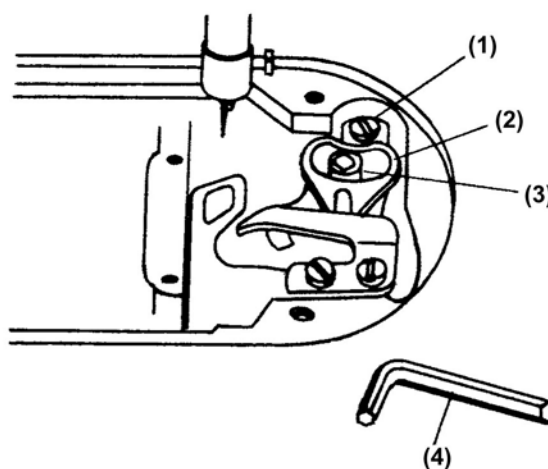

Рис. 25
- 3) Ослабьте и вытащите шарнирный винт подвижного ножа (Рис. 25 (3)) с помощью 3 мм – шестигранного гаечного ключа (Рис. 25 (4)).
- 4) Ослабьте и снимите шарнирный винт раздвоенного основания ножа (Рис. 25 (1)). Поднимите раздвоенное основание ножа (Рис. 25 (2)) и снимите штырь подвижного ножа из вильчатого желобка на основании ножа.
- 3) Снимите установочный винт основания крепления ножа (Рис. 33 (5)), и снимите основания крепления ножа (Рис. 25 (4)).